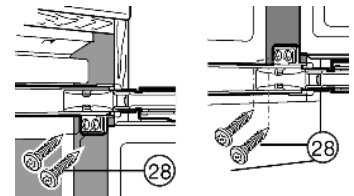

Fig. 17
- ▶ avvitare con viti per truciolare Fig. 17 (28) inserite nelle cerniere sulle due porte, in alto e in basso.